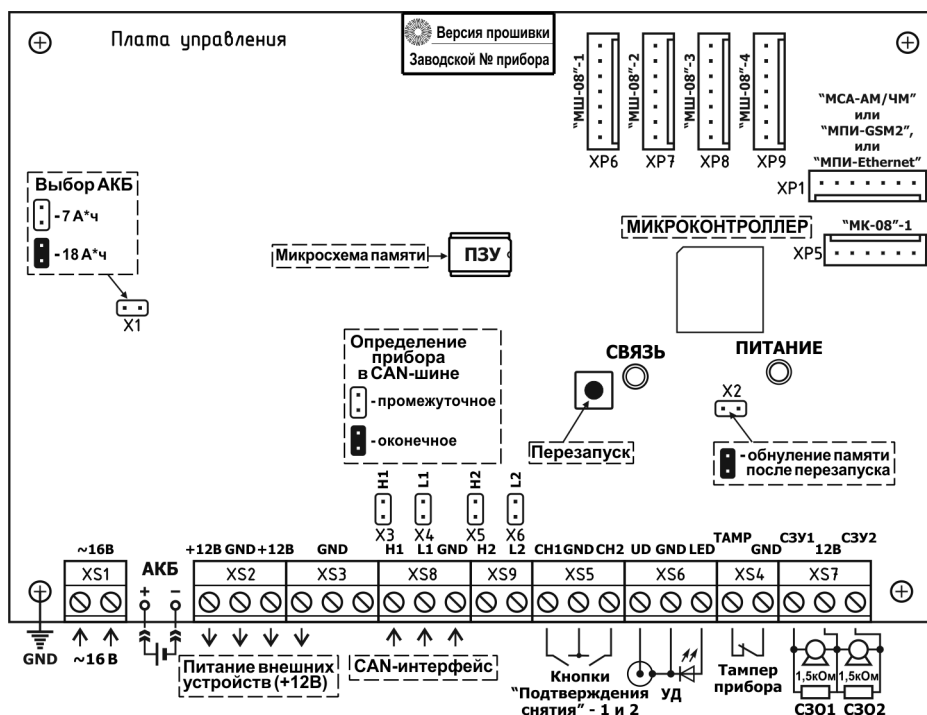

Рисунок 2 - Плата управления ПКП-128 и её схема подключений
- **Плата управления** (см. Рисунок 2) устанавливается внутри корпуса прибора.
На плате установлены перемычки – см. Рисунок 2 и Таблицу 6.
➤ **Батарея резервного питания (АКБ)** располагается в правом нижнем углу корпуса прибора. Ёмкость АКБ, в зависимости от характеристик системы, может быть от 7 до 18 А·ч. Батарея подключается с помощью двух изолированных проводников с клеммами, отходящими от платы управления ПКП-128 (см. Рисунок 2 (-АКБ+)). Красный проводник подключается к клемме «+» аккумулятора, а чёрный - к клемме «-».
ВНИМАНИЕ! При применении АКБ ёмкостью 7 А·ч, перемычка Х1 на плате управления прибора (Рисунок 2) должна быть снята! При применении аккумуляторов с винтовым присоединением клемм необходимо пользоваться переходными соединителями из комплекта ЗИП (см. Таблицу 2).